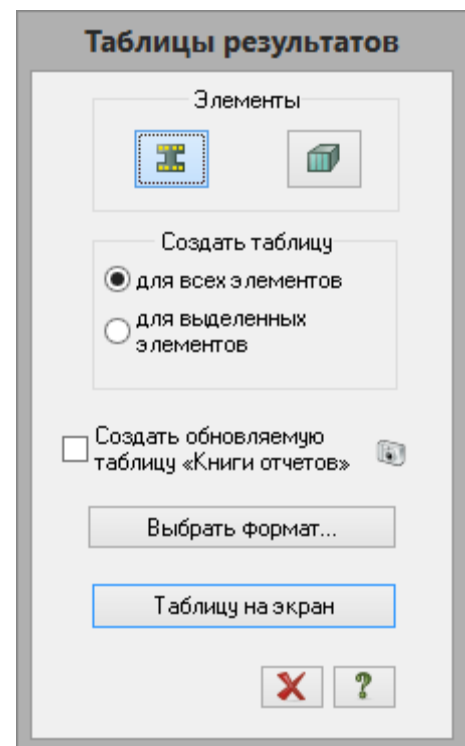

Рис.1.23. Диалоговое окно **Таблицы результатов**
- Вызовите диалоговое окно **Таблицы результатов** (рис.1.23),